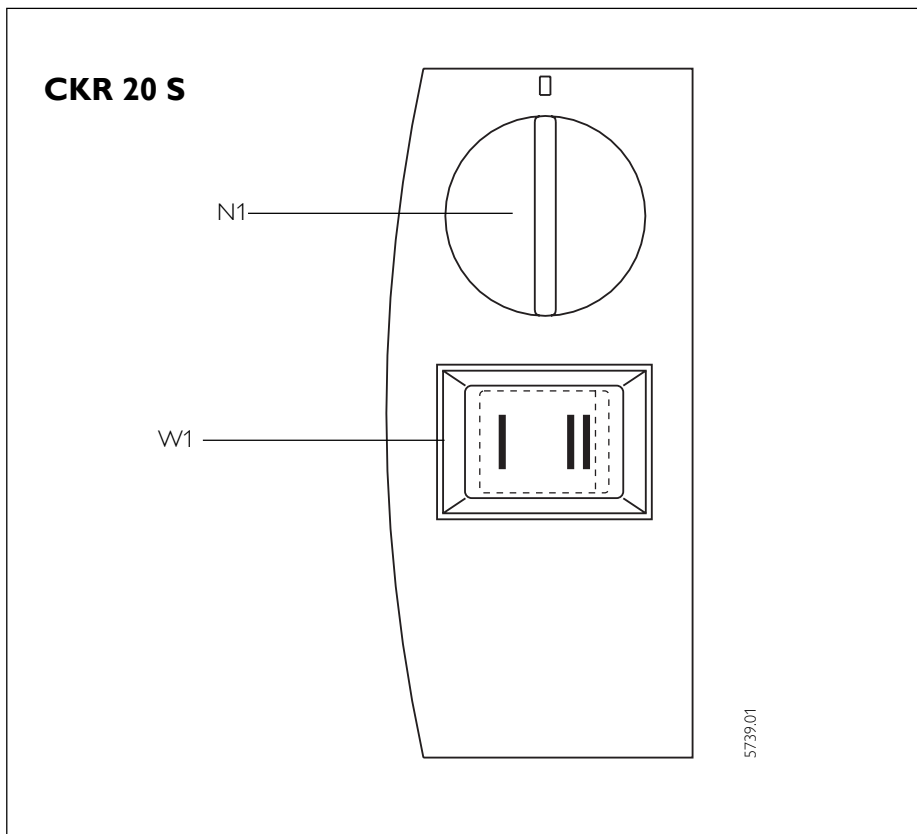

Abb. 7 / Fig. 7 / Afb. 7
### Bedienung CKR 20 S (Abb. 7)
Wollen Sie die Heizung ausschalten, so drehen Sie den Temperatur-Wählknopf N1 bis zum Anschlag nach links. In dieser Stellung ist der Frostschutz nur dann gegeben, wenn der Schalter W1 auf „II“ steht (Abb. 7).
**Operating CKR 20 S** (Fig. 7)
Rotate the temperature selection knob N1 in order to select the required temperature (Fig. 7). The setting furthest clockwise corresponds to approximately +30 °C. The W1 switch offers a choice of two heating performances together with corresponding fan speed:
**Utilisation du CKR 20 S** (fig. 7)
Si vous désirez couper le chauffage, tournez le bouton du thermostat N1 à fond vers la gauche jusqu'en butée. Dans cette position, la protection contre le gel n'est effective que si le bouton W1 se trouve dans la position " II " (fig.7).
**Bediening CKR 20 S** (afb. 7)